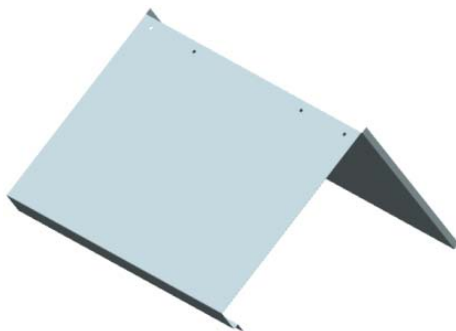

图 11-26 创建法向除料特征
(5) 在“法向除料”对话框中, 输入“深度”为 5, 单击  按钮, 创建法向除料特征, 如图 11-26 所示。